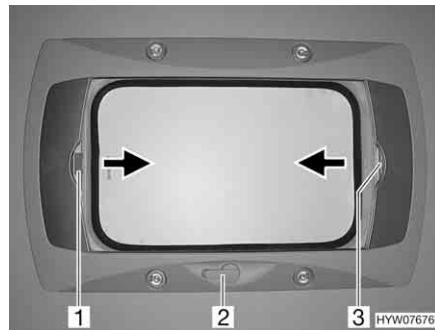

Fig. 31 Oblò a manovella
- Apertura:** ■ Ruotare la manovella (Fig. 31,2) fino a quando non si incontra resistenza (angolo di apertura max. 70°).
- Chiusura:** ■ Tirare la tendina oscurante pieghevole per la maniglia (Fig. 31,3) nella direzione della freccia fino alla posizione desiderata e rilasciare. La tendina oscurante pieghevole rimane in questa posizione.
- Chiusura:** ■ Tirare la zanzariera a rullo per la maniglia (Fig. 31,1) nella direzione della freccia verso la maniglia contrapposta della tendina oscurante pieghevole (Fig. 31,3) e farla innestare.
- Apertura:** ■ Tirare la maniglia della zanzariera a rullo (Fig. 31,1) dietro, verso l'alto, e sganciare la zanzariera a rullo dalla tendina oscurante pieghevole (Fig. 31,3).